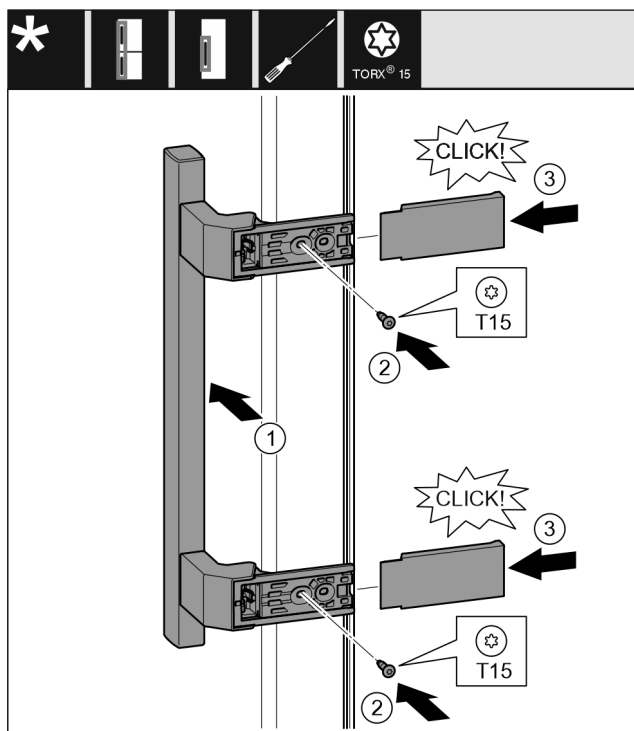

Fig. 19
- Sett på håndtaket på motsatt side. Fig. 19 (1)
- Skru fast skruene med skrutrekkeren T15. Fig. 19 (2)
- Sett dekslene på siden og skyv dem på. Fig. 19 (3)